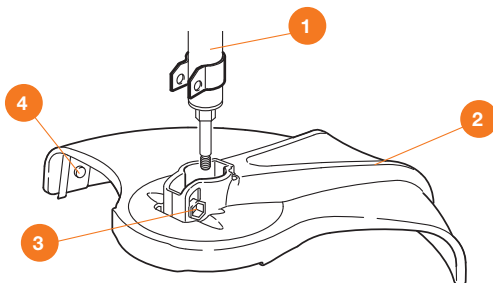

Рис. 5
- Закрепите специальный нож для обрезания лески 4 в нижней части кожуха (Рис. 5).